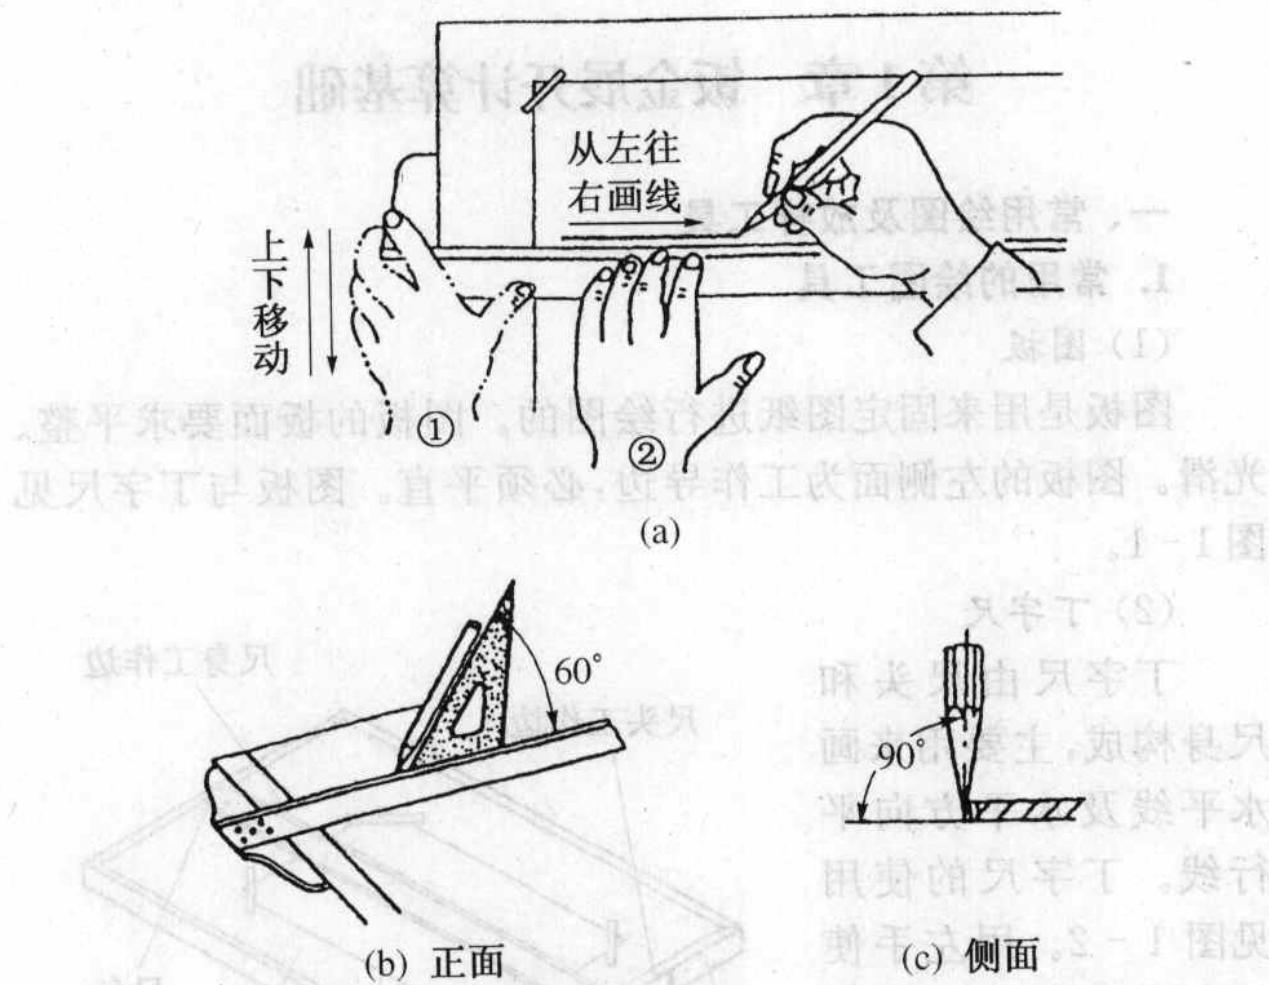

图 1-2 丁字尺的使用
(2) 丁字尺
丁字尺由尺头和尺身构成，主要用来画水平线及水平方向平行线。丁字尺的使用见图1-2。用左手使尺头内侧紧靠在图板左侧的导边(①位)，并上下滑移到所需位置，然后把左手移到尺身并压紧(②位)，铅笔沿着尺身工作边从左往右向前倾斜运笔画线。禁止用丁字尺画垂线及用尺身下缘画水平线。
(3) 三角板